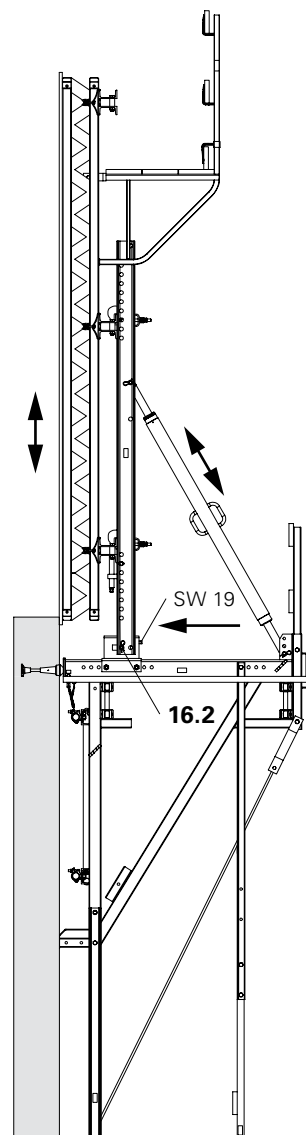

Fig. B2.08
4. Controllare la posizione del dispositivo di regolazione CB, SCS (72) ed eventualmente correggerla.
5. Appoggiare la cassaforma (78) con il corrente inferiore (78.1) sul dispositivo di regolazione CB, SCS. L'imbracatura di sospensione rimane tesa.
6. Montare gli attacchi fissaggio corrente U100 – U120 (71) sui correnti.
9. Regolare la cassaforma, v. B3. (Fig. B2.08)